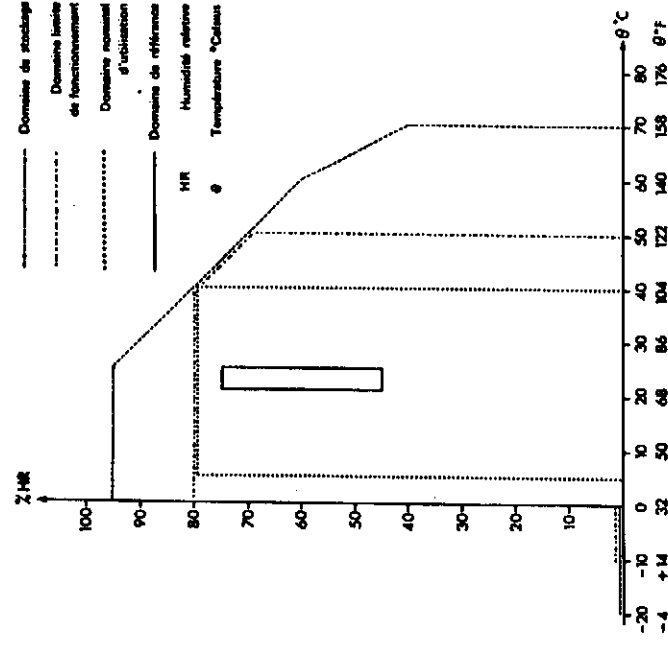

Fig 2-1
- en accord avec les normes METRIX (voir Fig 2-1 page suivante)